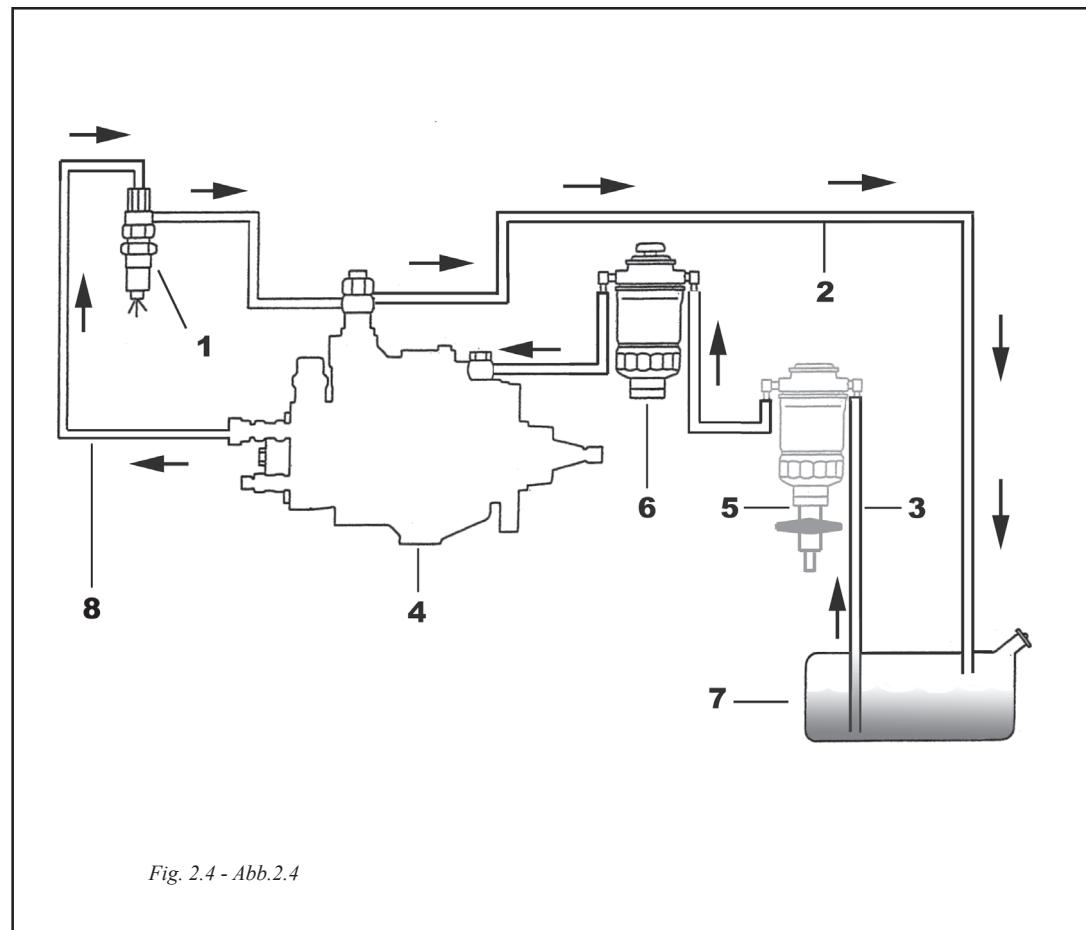

Fig. 2.4 - Abb.2.4
2.4 CIRCUITO DE COMBUSTIBLE (Fig. 2.4)
2.4 FUEL CIRCUIT (Fig. 2.4)
2.4 CIRCUIT D'ALIMENTATION (Fig. 2.4)
2.4 CIRCUITO COMBUSTIBILE (Fig. 2.4)
2.4 KRAFTSTOFFANLAGE (Abb. 2.4)